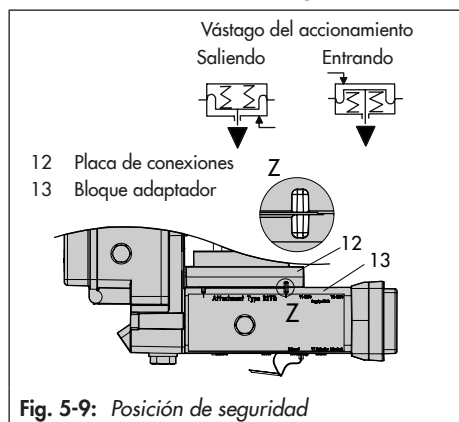

Fig. 5-9: Posición de seguridad
7. Poner los tornillos (13.1) en el taladro central del bloque adaptador (13).
8. Colocar la placa de conexiones (12) junto con la junta (12.1) en los tornillos (13.1) según la posición de seguridad "vástago saliendo" o "vástago entrando al accionamiento". La posición de seguridad activa es la determinada por la alineación de la ranura del bloque adaptador (13) con la ranura de la placa de conexiones (12) (Fig. 5-9).